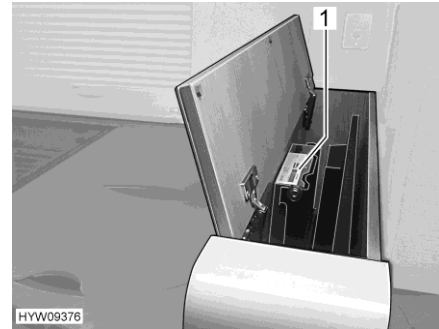

Bild 100 Flachbildschirm (versenkt)
- Manuell versenkbarer Flachbildschirm: Hubmechanismus (Bild 100,1) leicht nach unten drücken, um die Feder zu entlasten. Der Flachbildschirm fährt selbstständig nach oben.